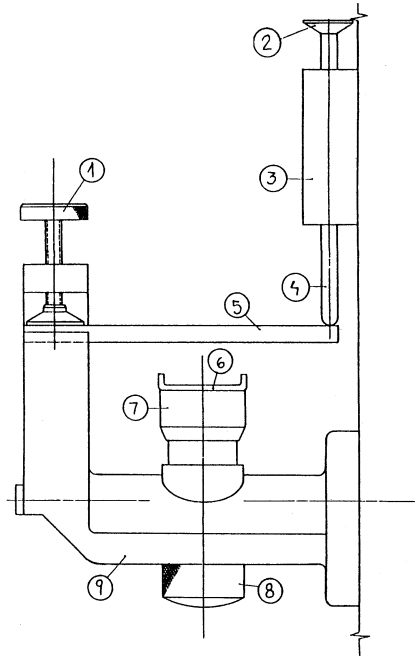

Abb. 21: Fühler für die Heißverformungsprüfung
6.2.3 Brennerkopfeinstellung (siehe Abb. 21: Fühler für die Heißverformungsprüfung)
4. Um den Metall-Prüfkörper in das Heißverformungsgerät einzuspannen (siehe Abb. 21) muss zuvor der Abstand zwischen Klemme (Spannelement)(1) und Prüfkörperhalterung (9) so eingestellt werden, dass der Prüfkörperdummy (5) eingesetzt werden kann.
5. Dabei den Tastfühler (2) vorsichtig anheben und Prüfkörperdummy zwischen Halterung (9) und Klemme (Spannelement) (1) einsetzen. Anschließend Tastfühler (4) mit dem Prüfkörperdummy in Kontakt bringen. Prüfkörperdummy mit einer Hand festhalten und vorsichtig Klemme (1) festziehen, um Prüfkörperdummy zwischen Halterung (9) und Klemme (1) zu sichern.